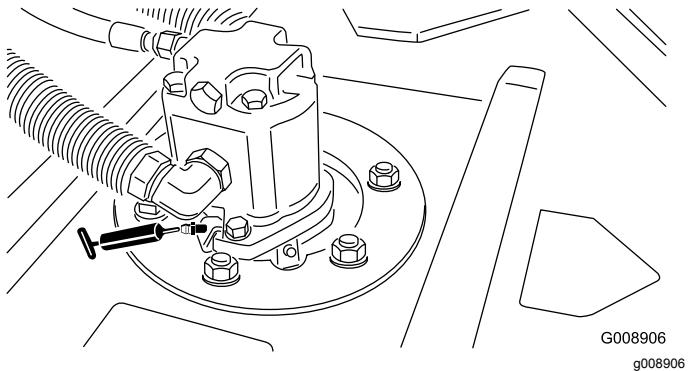

Bild 53
- Spindelwellenlager des Mähwerks (2 pro Mähwerk) (Bild 53)